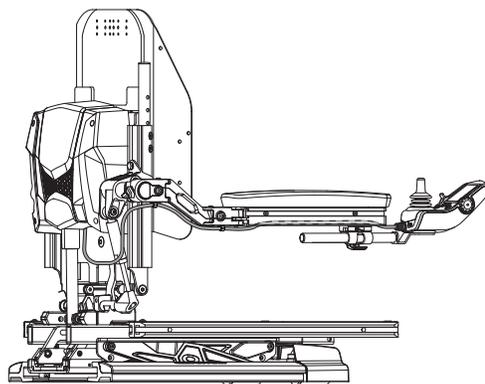

Figure 7. Câble sécurisé sur un TRU-Balance® 3
4. Installez le contrôleur et passez le câble vers l'arrière de la base motorisée. Voir la figure 7, 8, 9 or 10.
6. Fixez le câble du contrôleur sous l'accoudoir avec des attaches pour fil. **Voir la figure 7, 8, 9 ou 10.**